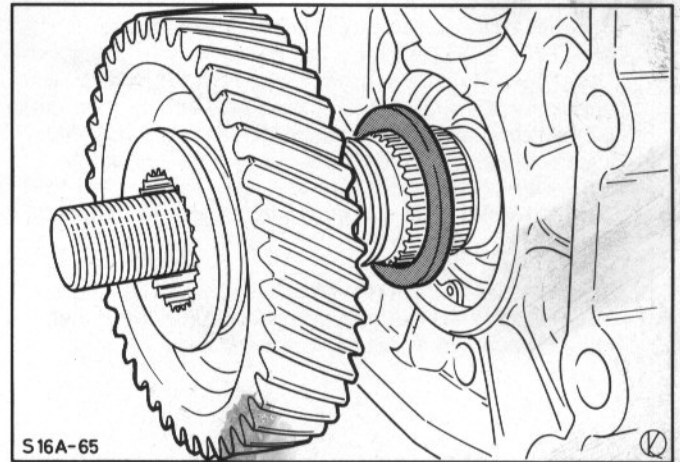
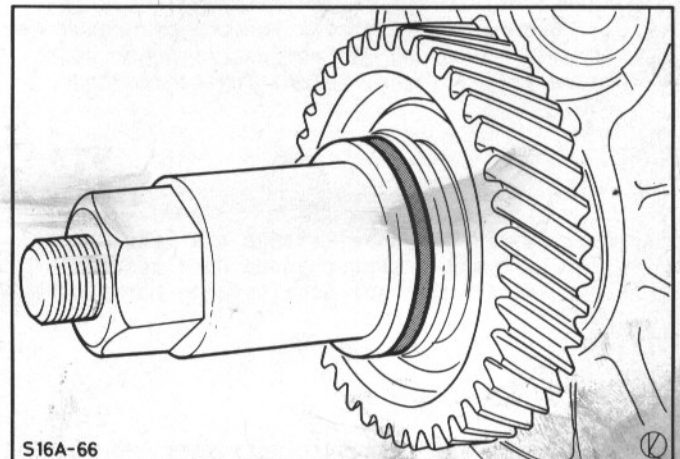

Abb.139 5. Gang-Zahnrad mit Anlauftring-Zylinderrollenlager auf Vorgelegezahnradblock setzen
Abb.140 5. Gang-Zahnrad mit Spezialwerkzeug auf Vorgelegezahnradblock bringen
48. Spezialwerkzeug 16-033 in Vorgelegezahnradblock einbauen. Dabei Achse herauschieben. Anlauftring-Zylinderrollenlager (falls beschriftet, Schriftzug nach außen) und Zahnrad aufstecken, Abb.139. Spezialwerkzeug auf der Schwungradseite festschrauben. Mit Mutter und Scheibe des Werkzeuges Zahnrad-5. Gang auf Vorgelegezahnradblock pressen, Abb.140.